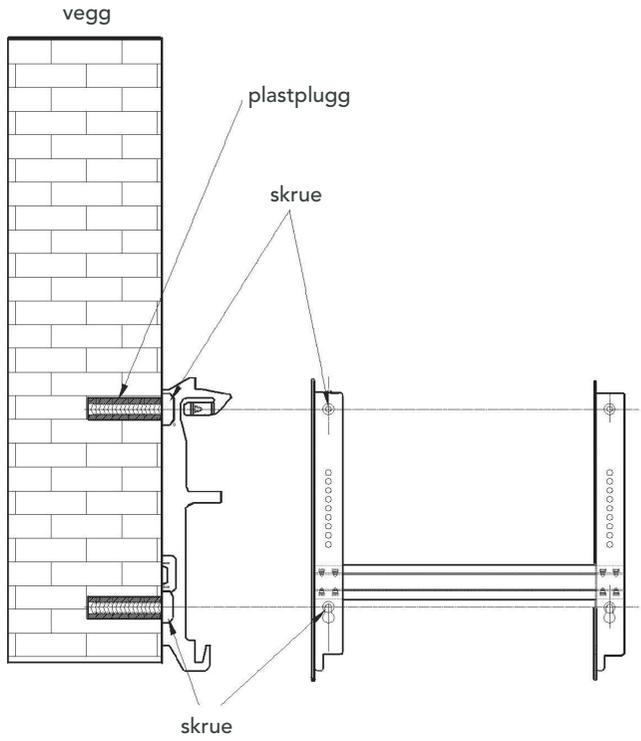

Fig. 5
- 4 Sett plastpluggene inn i de fire hullene i vegg, og skru fast veggfestet med de 4 skruene. Se fig. 5